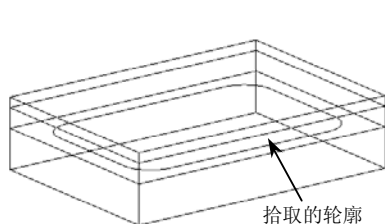

图 2-15 拾取的轮廓
1) 完成加工参数设置后，单击“确定”按钮，系统在界面的左下方提示“拾取轮廓”，拾取的轮廓如图 2-15 所示。系统提示“继续拾取轮廓，按右键进行下一步，按 ESC 取消”，直接单击右键即可。